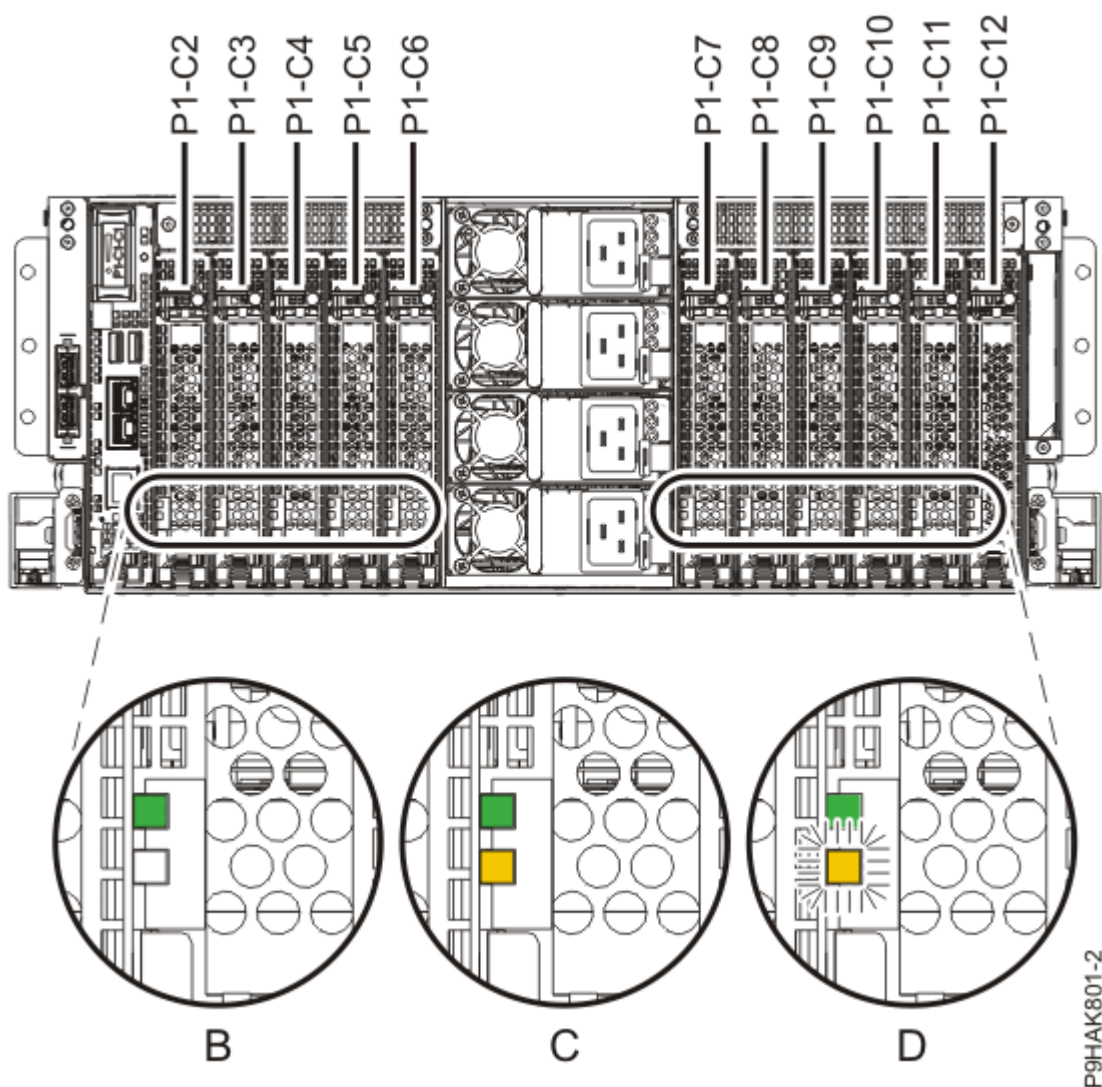

図 13. 9040-MR9 システムのアダプター・スロットと LED の位置
3. アダプター・スロットの位置、および保守するアダプターのサービス・インディケーターの位置を確認します。アダプターは、システムの背面に取り付けられています。20 ページの図 13 は、9040-MR9 システム内のアダプターの位置、およびそのアダプターの発光ダイオード (LED) の位置を示します。